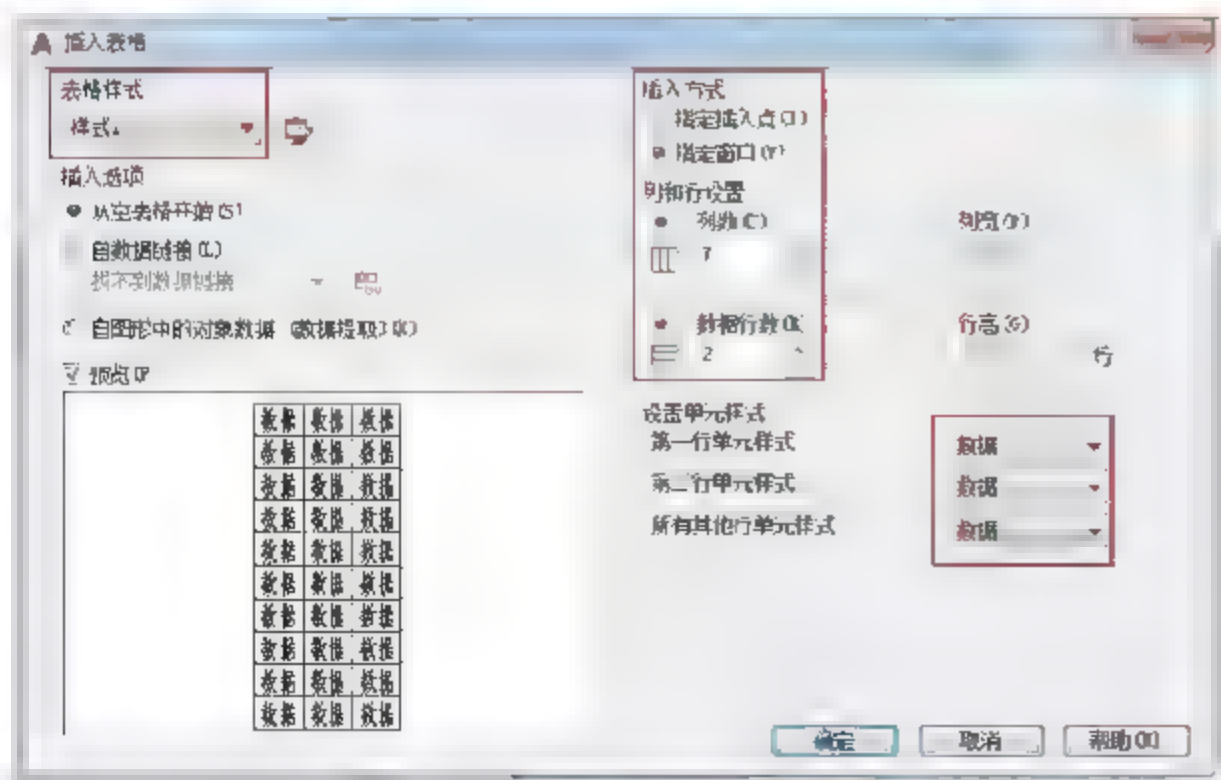

图6-92 设置参数
**05** 在【注释】选项卡中，单击【表格】面板中的【表格】按钮，系统弹出【插入表格】对话框，更改【插入方式】为【指定窗口】。设置【列数】为7、【数据行数】为2，设置单元样式全部为【数据】，如图6-92所示。